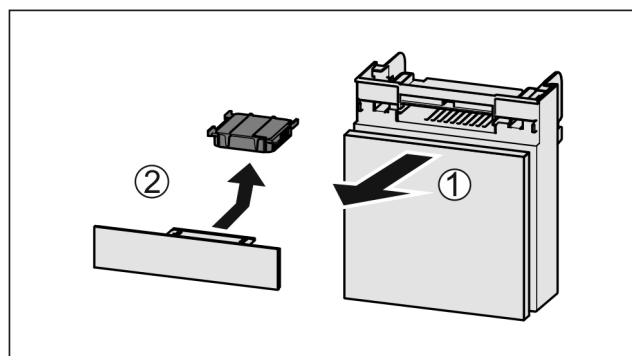

Fig. 38
- ▶ Потягніть Fig. 38 (1) відділення вперед.
- ▶ Витягнути Fig. 38 (2) фільтр з активованого вугілля.